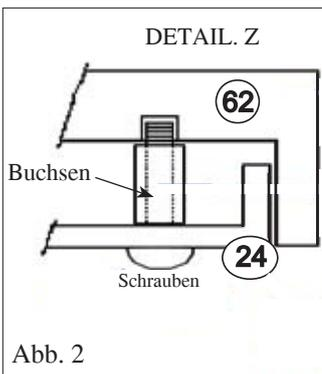

Abb. 2
HINWEIS: Zur korrekten Montage des oberen vorderen Frontpanels (62) ist es notwendig, dass zwischen diesem und dem Frontpaneel (24) der mitgelieferte Einsatz platziert wird, so wie es im Detail "Z" in Abb. 2 angegeben ist.